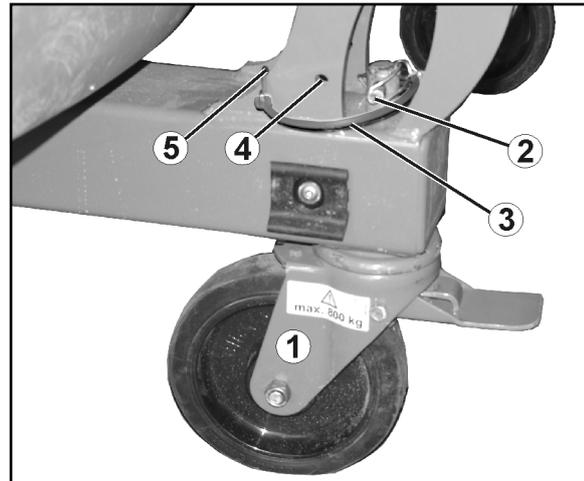
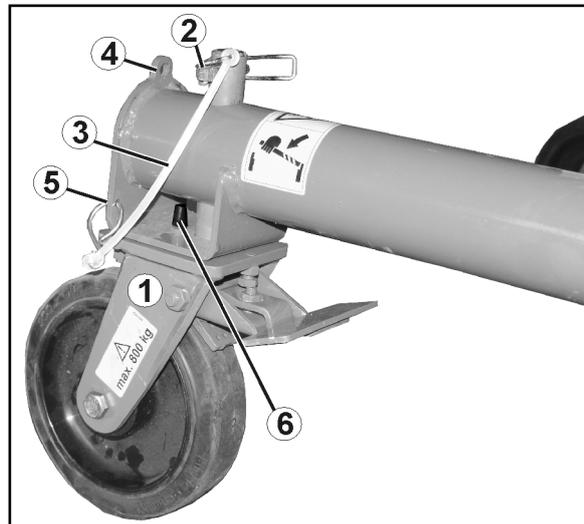

Fig. 54
Fig. 55
- Die Klappstecker mit dem Sicherungsband (3) an der Maschine (5) befestigen.
5. **Lenkbare Rollen vorne** (Fig. 54/1) / **Starre Rollen hinten** (Fig. 55/1)
- o montieren und mit Klappstecker (2) sichern, beziehungsweise
Bei der Montage der starren Rollen darauf achten, dass der Bolzen (Fig. 55/6) durch die Bohrung des Rahmens fasst, und somit die Rollen in Längsrichtung hält.